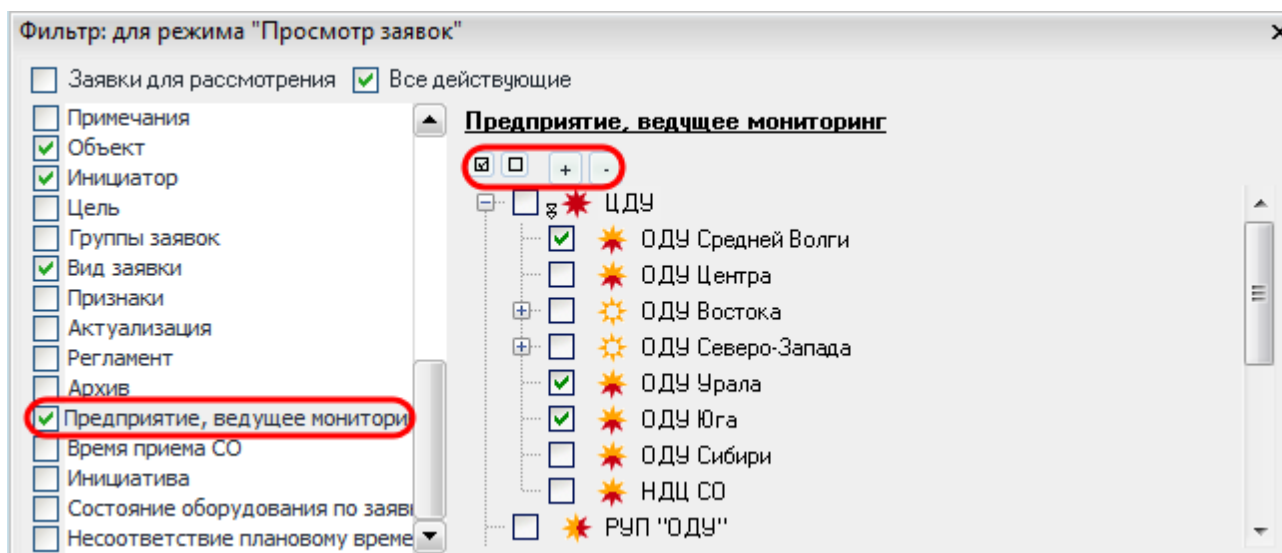

Рисунок 9.43 – Фильтрация по предприятию, ведущему мониторинг
- **Фильтр «Предприятие, ведущее мониторинг»** - фильтрация по предприятиям, ведущим мониторинг (Рисунок 9.43). В выборку попадают заявки, на оборудование которых в качестве мониторинга настроено указанное предприятие. Если ни одно предприятие не выбрано, то фильтрация производится по всем предприятиям. Для предприятия-абонента в фильтрах «Инициатор» и «Предприятие, ведущее мониторинг» отображается настраиваемое дерево предприятий данного предприятия-абонента.